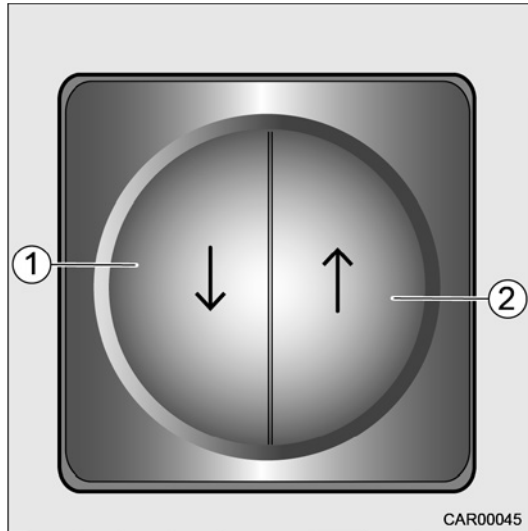

Fig. 95 Lit de pavillon électrique en cabine
2. Appuyer sur la touche (Fig. 95/1) et la maintenir appuyée pour abaisser le lit de pavillon. Abaisser complètement le lit de pavillon jusqu'à son support.
1. Appuyer sur la touche (Fig. 95/2) et la maintenir appuyée. Relever le lit de pavillon complètement jusqu'en butée.